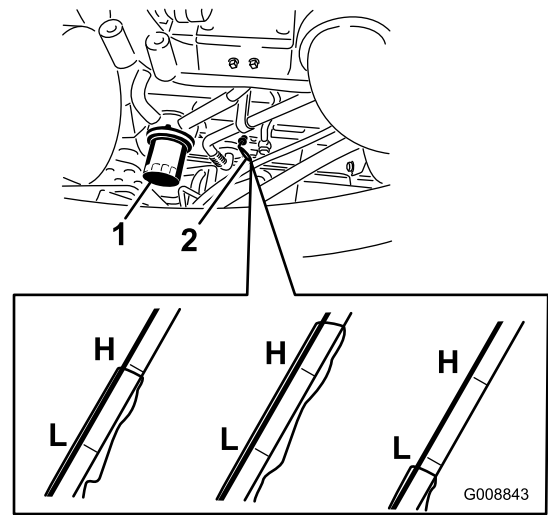

Bild 59
- Entfernen Sie den Peilstab (Bild 59), wischen ihn ab und führen ihn wieder in das Rohr ein; ziehen Sie ihn dann wieder heraus. Der Ölstand sollte an der Voll-Marke sein.
2. Entfernen Sie den Ölfilter (Bild 59). Ölen Sie die neue Dichtung am Ölfilter leicht mit frischem Öl ein, bevor Sie den Filter eindrehen. **Ziehen Sie nicht zu fest.**